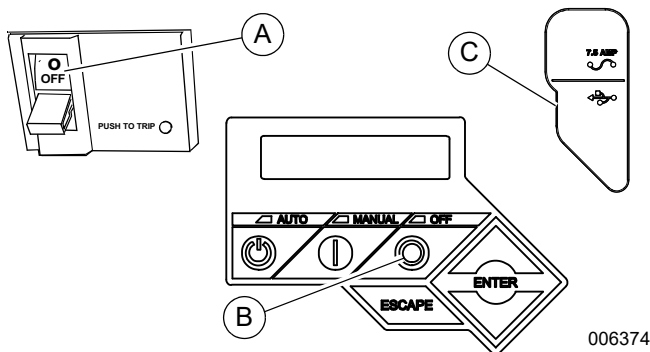

Figure 5-5. Panneau de commande du générateur
2. Voir la *Figure 5-5*. Placez le MLCB (sectionneur du générateur) en position OFF (OUVERT) (A).